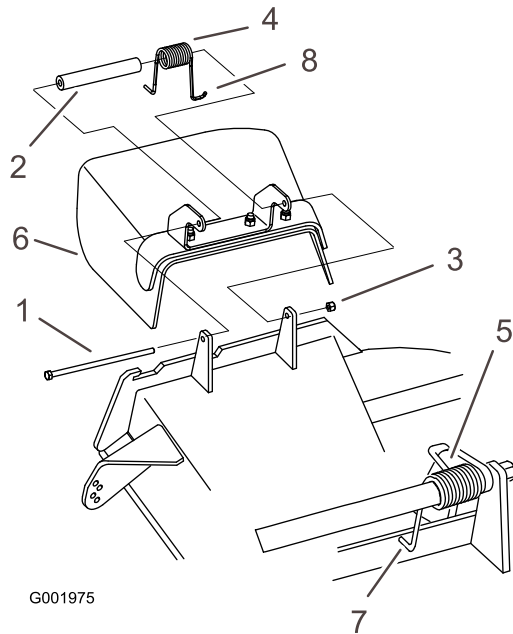

Bild 60
1. Entfernen Sie die Sicherungsmutter, Schraube, Feder und das Distanzstück, mit denen das Ablenkblech an den Drehhalterungen befestigt ist (Bild 60). Entfernen Sie defekte oder abgenutzte Ablenkbleche.
Hinweis: Achten Sie darauf, dass ein J-förmiges Federende hinter der Mähwerkkannte installiert wird, bevor Sie die Schraube wie in Bild 60 gezeigt einsetzen.
3. Setzen Sie die Schraube und Mutter ein. Führen Sie ein J-förmiges Hakenende der Feder um das Ablenkblech (Bild 60).